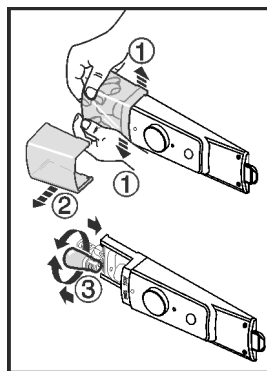

Fig. 11
- ▶ Poklopac žaruljice rastavite prema slici, unutra, pritiskom u prednjem dijelu Fig. 11 (1) i skinite ga povlačenjem u stranu Fig. 11 (2).
- ▶ Zamijenite žarulju. Fig. 11 (3)